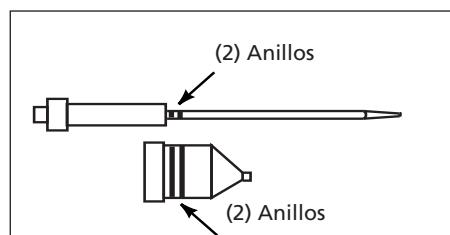

Figura 4 - Juego de aguja y boquilla para materiales espesos
- La aguja y boquilla para materiales espesos tienen 2 anillos grabados como se muestra en la figura 4.